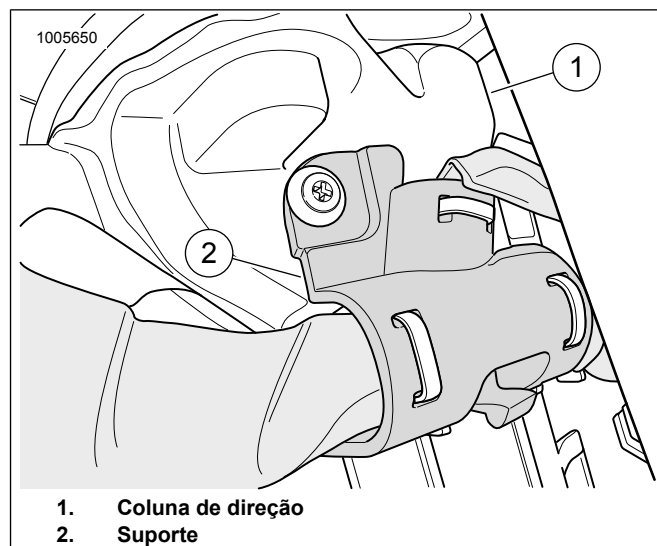

Figura 6. Coluna de direção
10. Veja a figura 6. Oriente a extremidade de 48 pol. até a coluna de direção (1). Use o suporte (2) para fixar o chicote de fios.